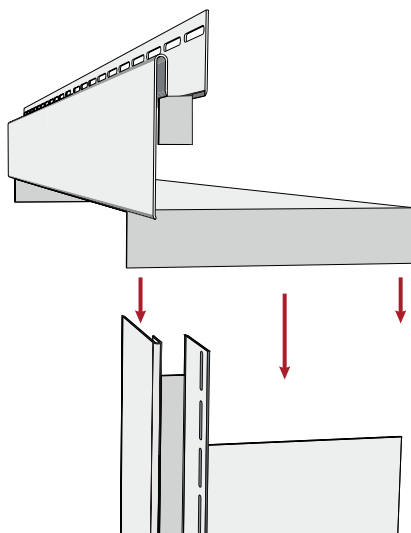
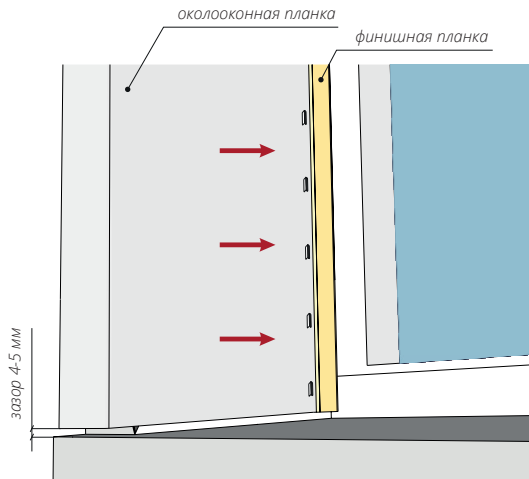
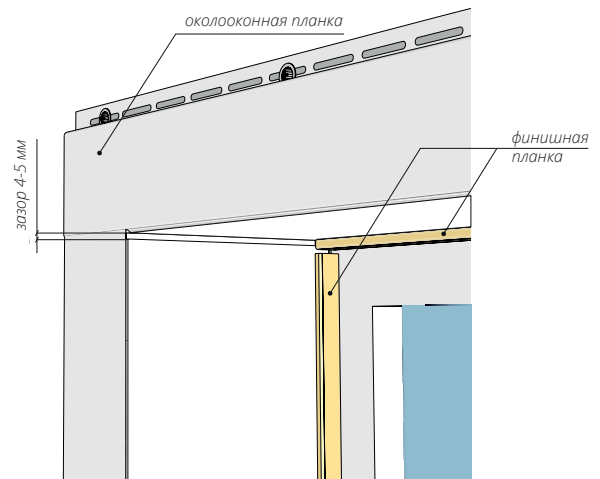

Рисунок 59
Рисунок 61
Рисунок 62
13.14 Примерьте околооконную планку на оконном проеме, соединив ее с верхней планкой (рис. 59, 60). В нижней части, в примыкании с отливом, околооконные планки должны быть подрезаны параллельно отливу с зазором 4-5 мм (рис. 61). В верхней части примыкания к верхней околооконной планке должен быть зазор 4-5 мм (рис. 62).